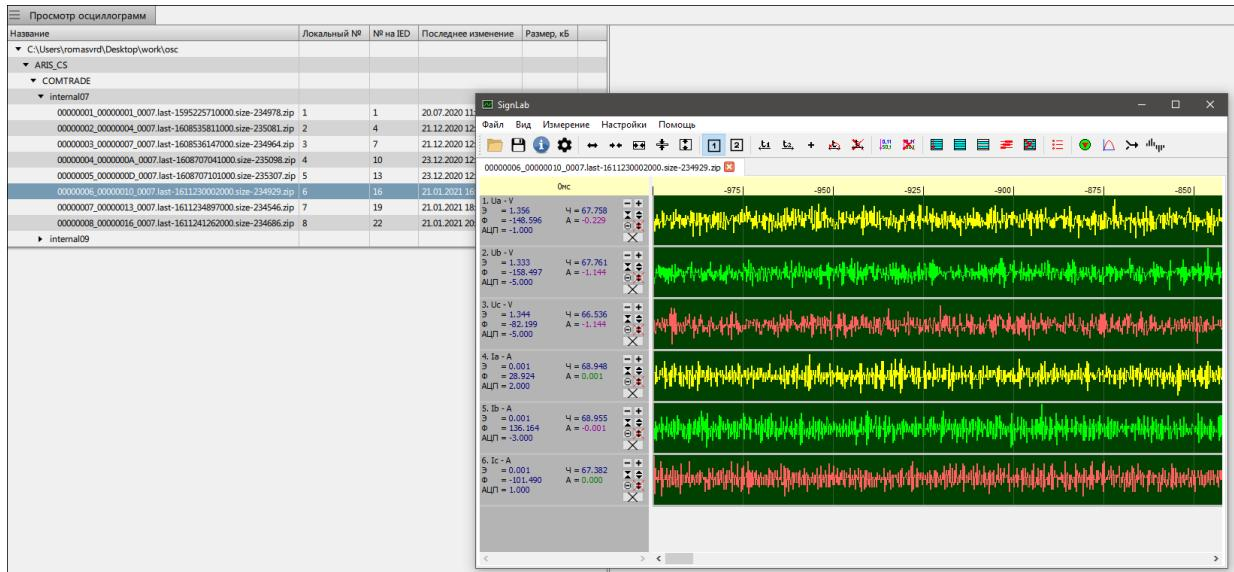

Рисунок 138 - Просмотр осциллографм
2. Нажмите двойным щелчком **ЛКМ** по строке с выделенным файлом. Откроется окно осциллографмы в настроенном просмотрщике (Рисунок 138).